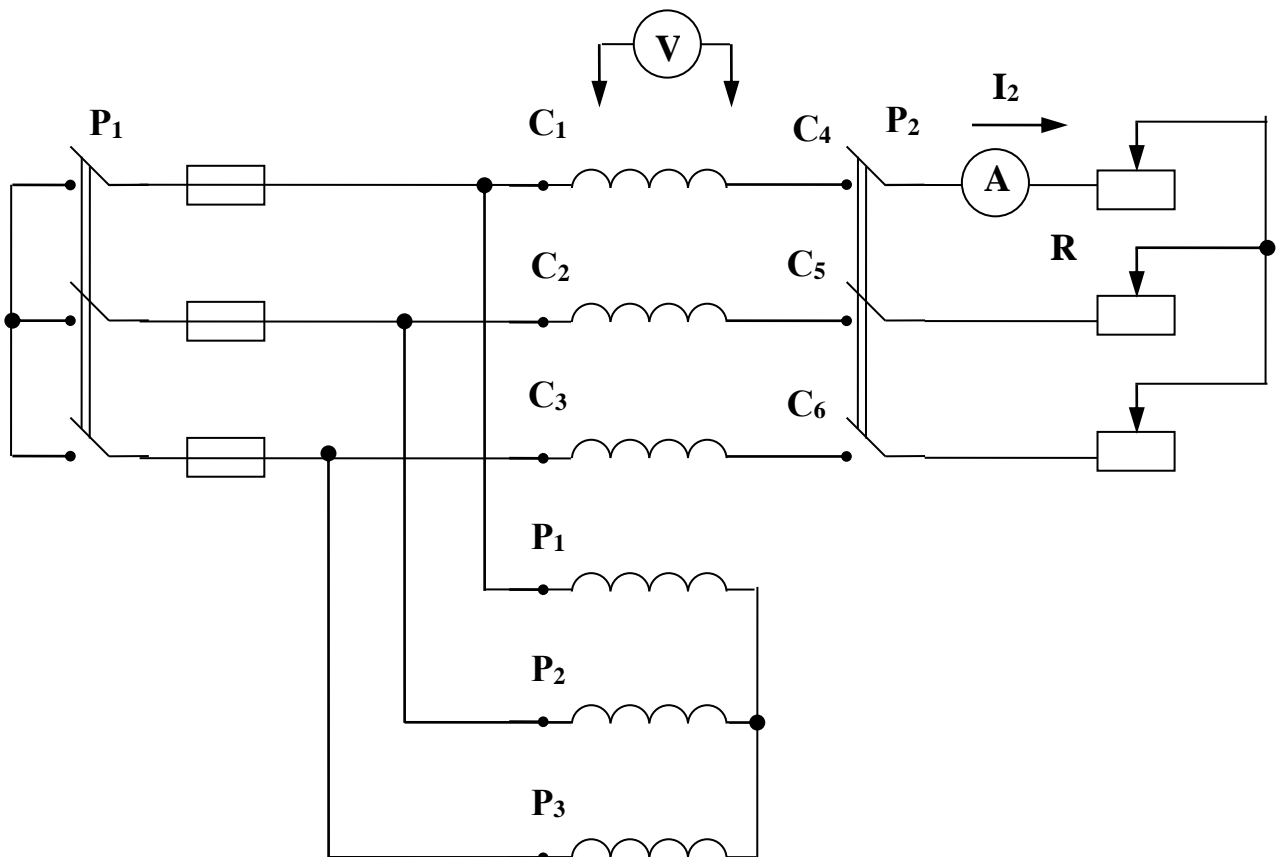

Рис. 8. Схема испытания индукционного регулятора
- 2 Собрать схему, изображенную на рис. 8.